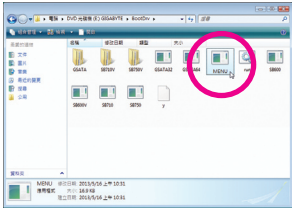
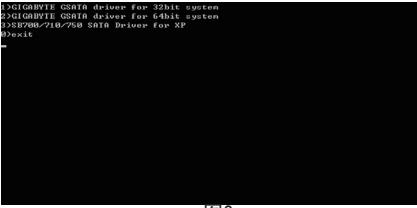

图2
图3
- 2：进入光盘中的「BootDrv」文件夹，双击「Menu.exe」文件(图2)后会出现「命令提示符」画面，内含如图3所示的控制器菜单。
- 3：放入空白磁盘。按下SATA控制器驱动程序代码后再按<Enter>键。以图3的菜单为例，请选择“3) SB700/710/750 SATA Driver for XP”。